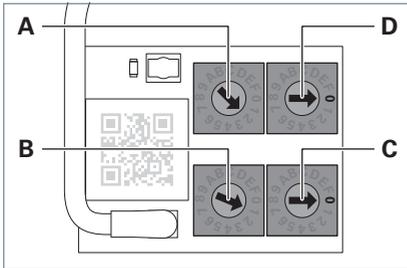

Fig. 8: Désactiver la commande en réseau, sur le module TALK.
- ▶ Réglez les deux codeurs rotatifs **A** et **B** sur une adresse de la zone quelconque qui n'est **pas** 00, voir Fig. 8.